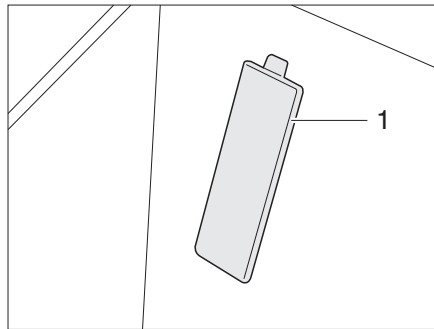

Fig. 272 Cache numéro de châssis (véhicule porteur Fiat)
- ▷ Le numéro de châssis se trouve derrière un cache (Fig. 272,1) dans la zone d'entrée, côté passager sur les véhicules porteurs Fiat.